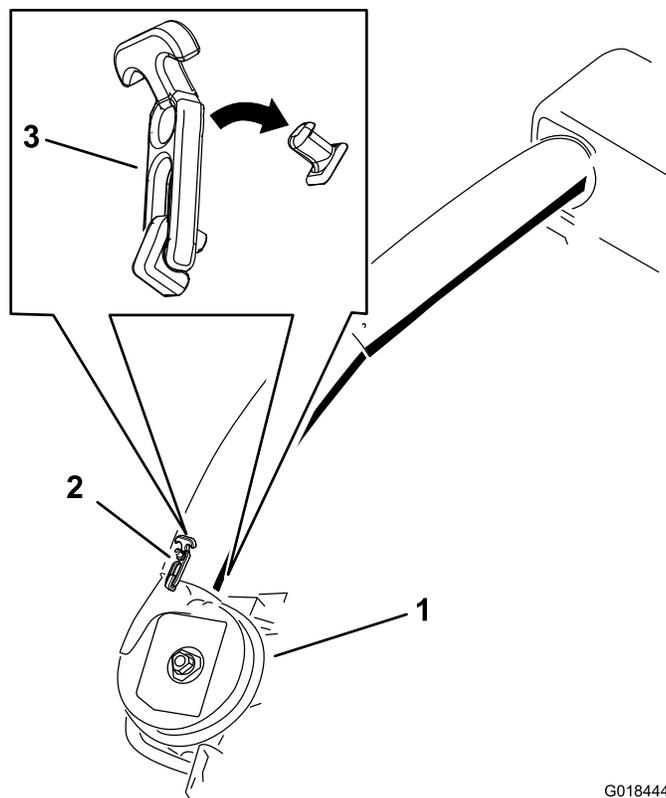

Figura 28
6. Utilize ambos os trincos para instalar o tubo inferior no conjunto do soprador (Figura 28).
21. Utilize ambos os trincos para instalar o tubo inferior no conjunto do soprador (Figura 28).